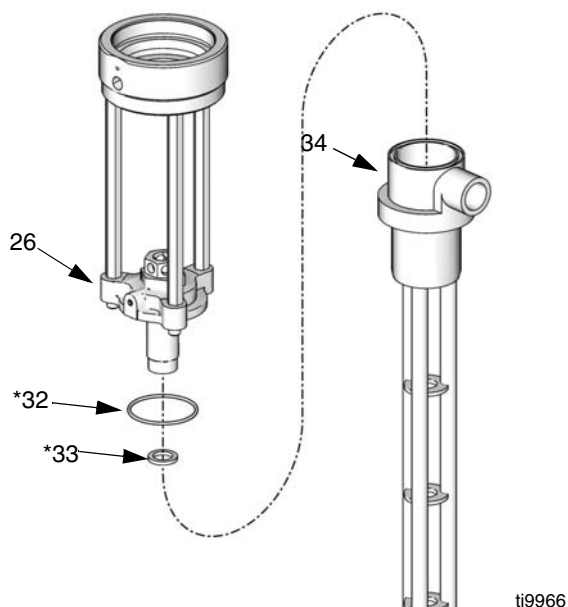

FIG. 24
11. Dévissez la bride (26) du corps de pompe (34). Enlevez le joint torique (32\*), et le joint en PTFE (33\*) du corps de pompe (34). Contrôlez l'état de toutes les pièces. Voir FIG. 24.